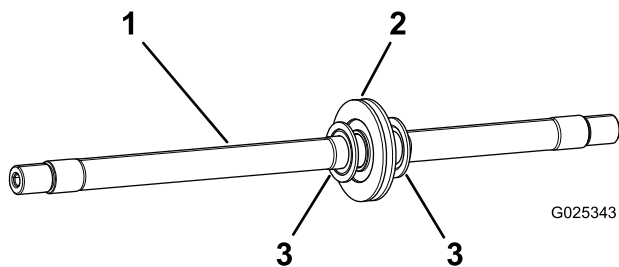

Bild 6
- Bauen Sie am etwas größeren Bereich der Achse eine Distanzscheibe ein, wo die 2 Walzenrohre aufeinandertreffen (Bild 6).
2. Bauen Sie auf beiden Seiten der Distanzscheibe ein Flockfaser-Lagerschild ein (Bild 6).